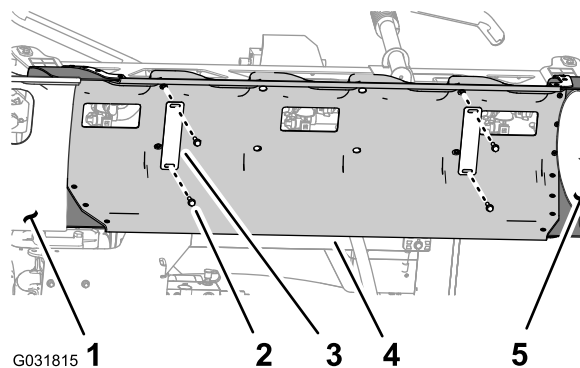

Figure 39
1. Tout en soutenant le couvercle de la section centrale (11 buses), retirez les 4 boulons à embase (5/16" x 1/4") et les 2 brides qui fixent le couvercle sur son support (Figure 39).